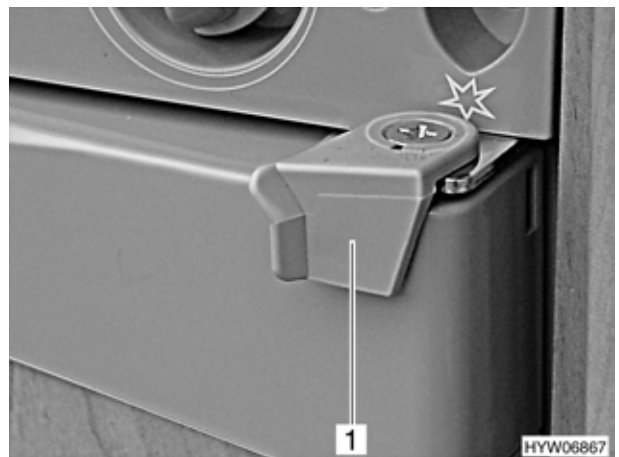

Fig. 135 Bloccaggio della porta del frigorifero, chiusa (variante 1)
- Girare il bloccaggio (Fig. 135,1) verso l'esterno.